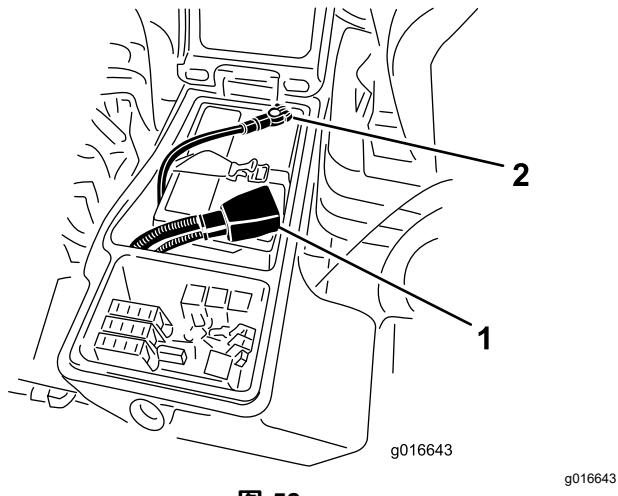

图 58
- 将正极红色接线连接到正极 (+) 电池端子负极黑色接线连接到负极 (-) 电池端子 (图 58)。